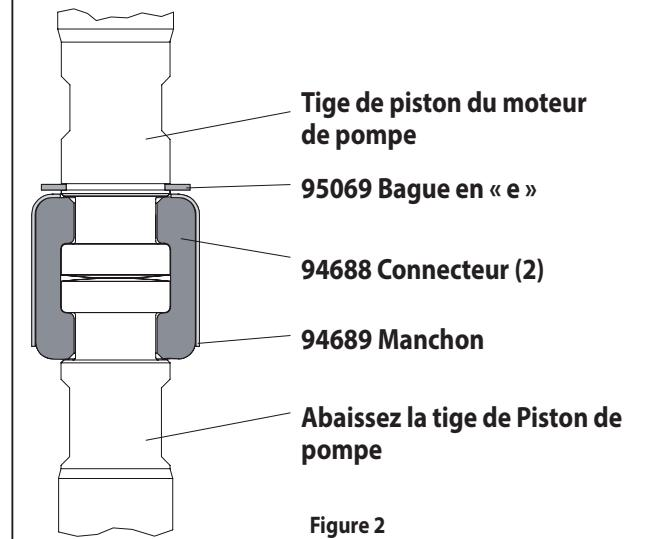

Figure 2
- À l'aide de la pince à circlips-e, glissez la (95069) bague de "e" assez loin pour permettre à la manche pour se déplacer vers le haut et relâchez les deux connecteurs (voir figure 2). Mettre de côté le moteur pneumatique.